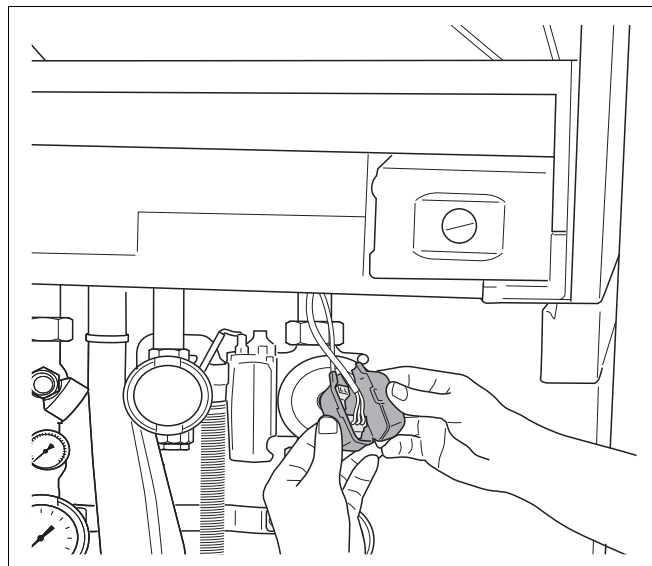

Fig. 42 Verwijderen beschermkapje
- Verwijder het beschermkapje van de beide zwevende stekkers van de aansluitkabels van de module (→ fig. 42).
- Sluit de zwevende 230 VAC-voedingskabel (→ fig. 42) aan op de module [1]. Indien meerdere modules worden toegepast, dan kan de 230 VAC-voeding van de volgende module van de vorige module worden afgetakt met behulp van het bij de module meegeleverde stekkertje en een driepolige elektriciteitskabel van minimaal 0,75 mm² met rand-aardekabel.